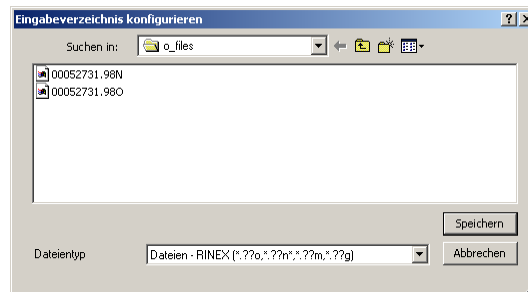

Abbildung B.2. Dialogfeld "Eingabeverzeichnis konfigurieren"
1. Klicken Sie im Dialogfeld **RINEX nach Ashtech** auf **Eingabeverzeichnis**, um das Dialogfeld **Eingabeverzeichnis konfigurieren** zu öffnen, Abbildung B.2.